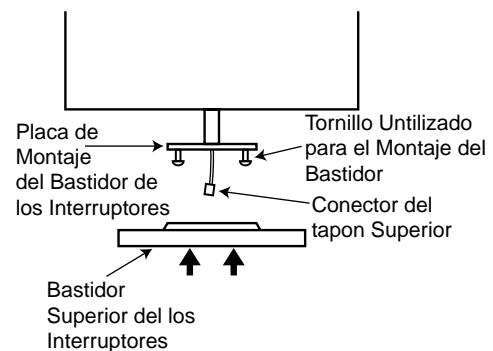

FIGURA 14
A. Instale parcialmente los dos tornillos #6-32 x 3/8" del conjunto del bastidor en la placa de montaje del bastidor de los interruptores según se muestra en el Figura 14.
B. Pase el conector del tapón superior por la abertura central del bastidor superior de los interruptores. Ver el Figura 14.